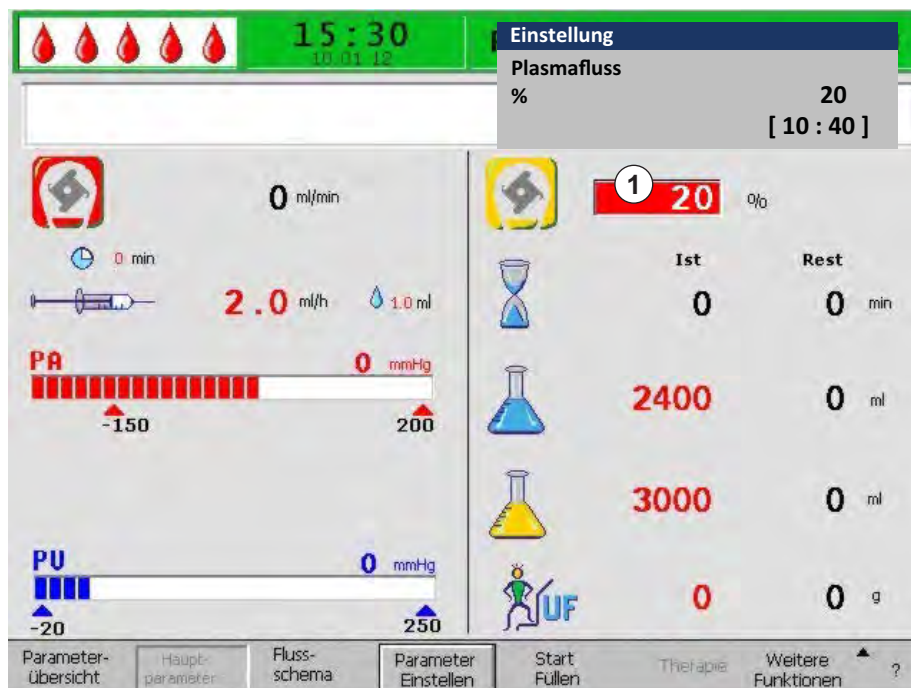

Abb. 3-19 Parametereinstellung im Bildschirm *Hauptparameter*
- ↪ Das Feld mit dem Parameterwert wird rot unterlegt mit weißer Schrift dargestellt (Abb. 3-19, ①).